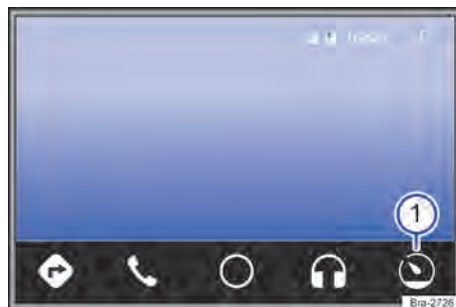

Fig. 124 Menu Android Auto™.
- Na operação do Android Auto™, tocar na superfície de função **Q**, → Fig. 124 ①.